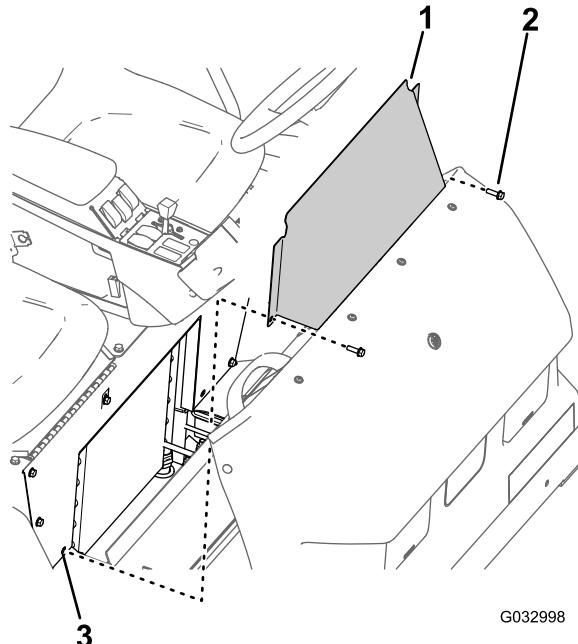

Figura 66
1. Retire los 2 pernos con arandela prensada que sujetan el panel de acceso de la base del asiento a la base del asiento (Figura 66).
2. Retire el panel de acceso de la base del asiento de la máquina (Figura 66).
1. Alinee los taladros del panel de acceso de la base del asiento con los taladros de la base del asiento (Figura 66).
2. Monte el panel de acceso de la base del asiento en la base del asiento con los dos pernos con arandela prensada (Figura 66) que retiró en el paso 1 de Retirada del panel de acceso de la base del asiento \(página 55\).